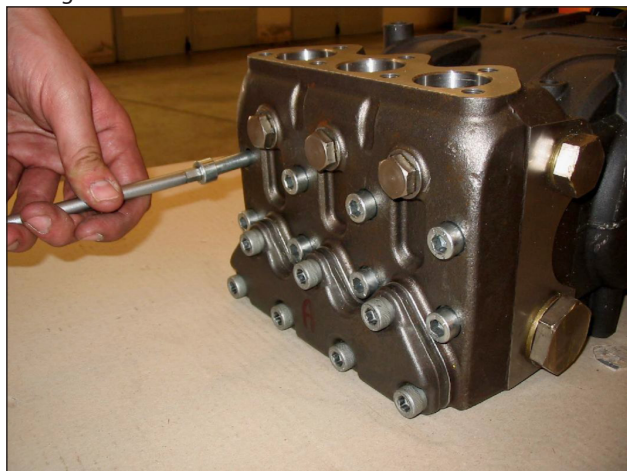

Fig. 20
A) Svitare le viti fissaggio testata M10x110 come indicato in Fig. 20.